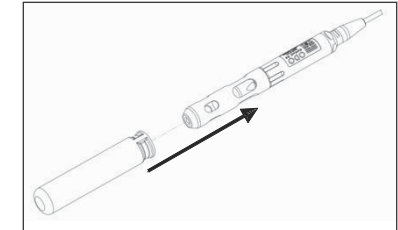

图 5
5. 将灰色的校准/储存套套在测量杯上使探头处于用于校准或储存的潮湿环境中(图 5)。使传感器始终保持在潮湿的环境中从而使传感器盖膜不会干透是非常重要的。(更多详情请见维护和储存部分)